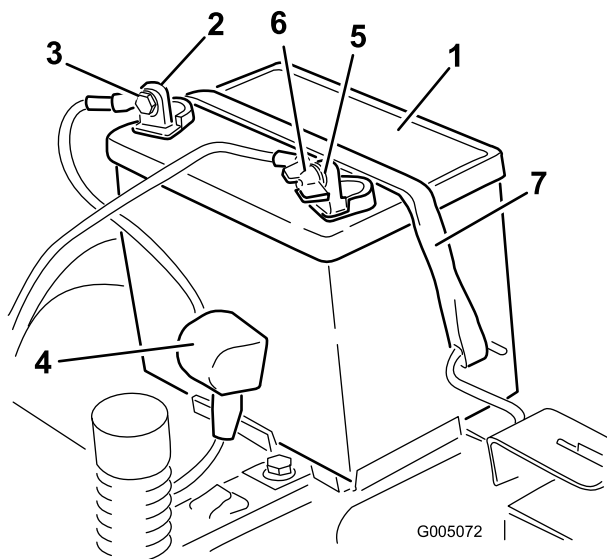

Figura 36
4. Staccate il cavo negativo (nero) di terra dal polo della batteria (Figura 36). Conservate tutti i dispositivi di fermo.
5. Infilate il cappuccio di gomma sul cavo positivo (rosso) della batteria. Staccate il cavo positivo (rosso) dal polo della batteria (Figura 36). Conservate tutti i dispositivi di fermo.
6. Togliete il dispositivo di fissaggio della batteria (Figura 36) e togliete la batteria dal vassoio.
1. Posizionate la batteria sul vassoio con i poli dei morsetti rivolti verso la posizione di guida (Figura 36).
5. Fissate la batteria con l'apposito dispositivo (Figura 36).